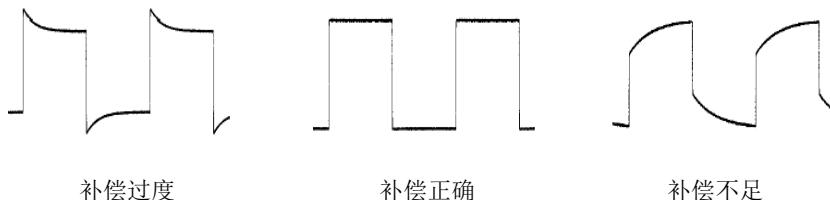

图1-10 探头补偿
2. 检查所显示的波形形状并与图1-10所得波形进行对比。
3. 使用附件中提供的探头补偿调节棒调整探头上的低频补偿调节孔，直到显示的波形如上图1-10所示的“补偿正确”。